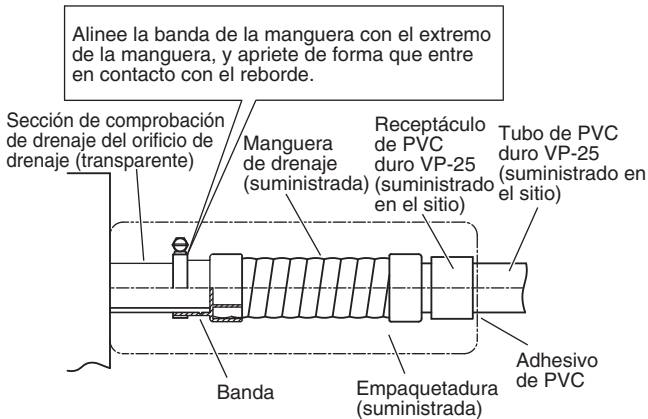

Fig. 3-8
(1) Prepare un tubo de PVC duro estándar (diámetro exterior de 32 mm) para el drenaje y emplee la manguera de drenaje y la banda de manguera suministradas para evitar fugas de agua. El tubo de PVC debe adquirirse por separado. El orificio de drenaje transparente de la unidad le permitirá comprobar el drenaje. (Fig. 3-8)
- Apriete las abrazaderas de manguera de modo que sus tuercas de cierre queden orientadas hacia arriba. (Fig. 3-8)